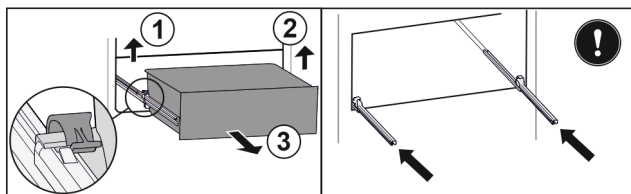

Fig. 154
- Soulever la bride gauche et tirer dans le même temps la partie gauche du tiroir vers l'avant. Fig. 154 (1)
- Soulever la bride droite et tirer dans le même temps la partie droite du tiroir vers l'avant. Fig. 154 (2)
- Retirer le tiroir par l'avant. Fig. 154 (3)